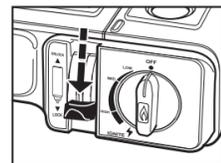

Fig. 6
- Надавите на баллон по направлению к рычагу фиксации баллона до щелчка в положении Lock («Зафиксирован») (рис.6) и закройте крышку отделения для баллона.